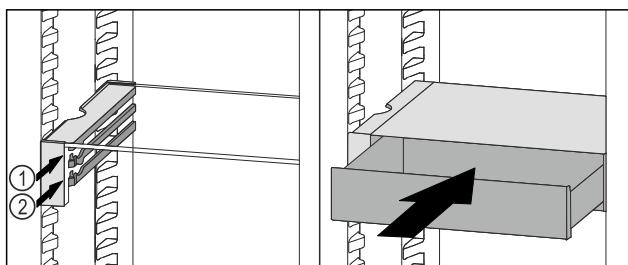

Fig. 109
- ▶ Predal VarioSafe namestite za zaustavljalnimi elementi na želeni nastavek Fig. 109 (1) ali Fig. 109 (2).